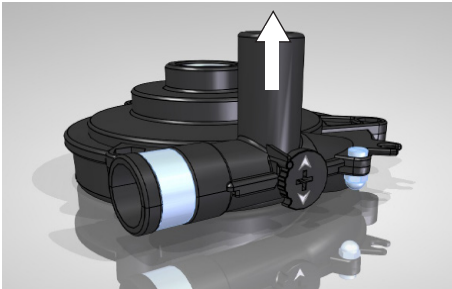

Fig 7.5 Bomba configurada en la posición de **circulación EXTERNA**.
- Circulación **EXTERNA**: El agua sale de la bomba por el tubo vertical (Ver fig 7.5). Esta configuración permite el envío de líquido a un circuito de circulación exterior para atemperar, refrigerar, etc... un equipo externo.